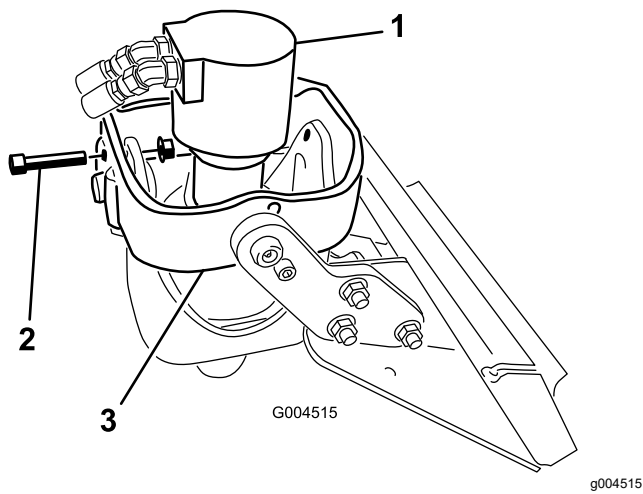

图 4
- 垂直放置驱动头将螺栓 $\frac{1}{2} \times 2\frac{1}{2}$ 英寸滑入前托架臂上的孔中然后用法兰螺母 $\frac{1}{2}$ 英寸轻轻固定如图 4 所示。